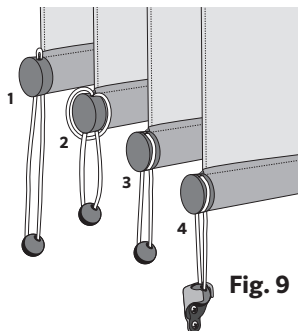

Fig. 9
B. Pase el amarre de elástico a través del agujero del tapón del riel inferior de la persiana y nuevamente pase el extremo con la bola a través del bucle para hacer un nudo (**Fig. 9**).